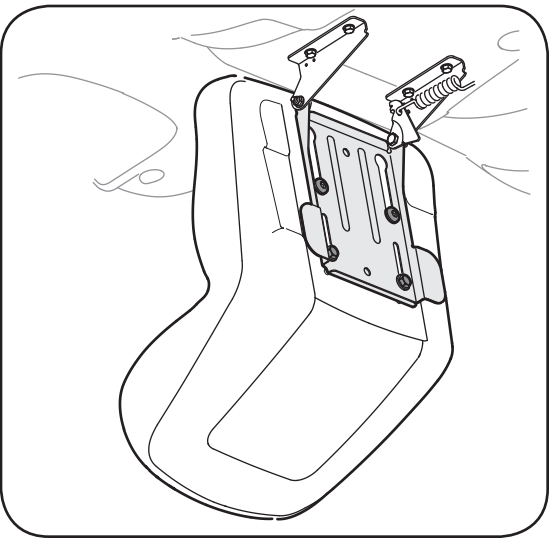

Figure 3-4
Si le siège de votre tracteur n'a pas été installé à l'usine, consultez les Fig. 3-4, 3-5 et 3-6 pour identifier le modèle de siège fourni avec votre tracteur. Suivez les instructions correspondantes ci-dessous pour l'installer.
1. Placez les vis à épaulement (qui se trouvent sur la base du siège) dans les fentes du support de pivotement du siège. Voir la Figure 3-4.
3. Choisissez la position voulue et maintenez le siège en place avec les deux vis hex. enlevées plus tôt. Voir la Figure 3-4. Ne serrez pas excessivement.